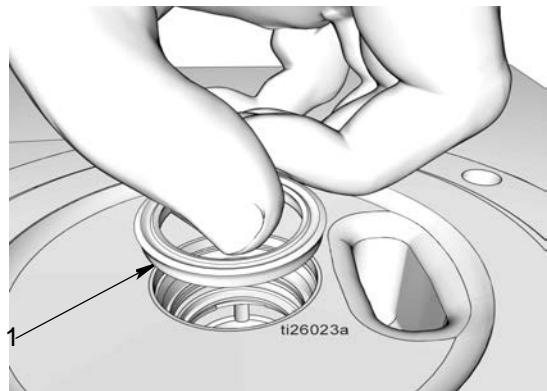

图 35
- h. 安装密封 (11)，唇口向上，如 图 35 所示。